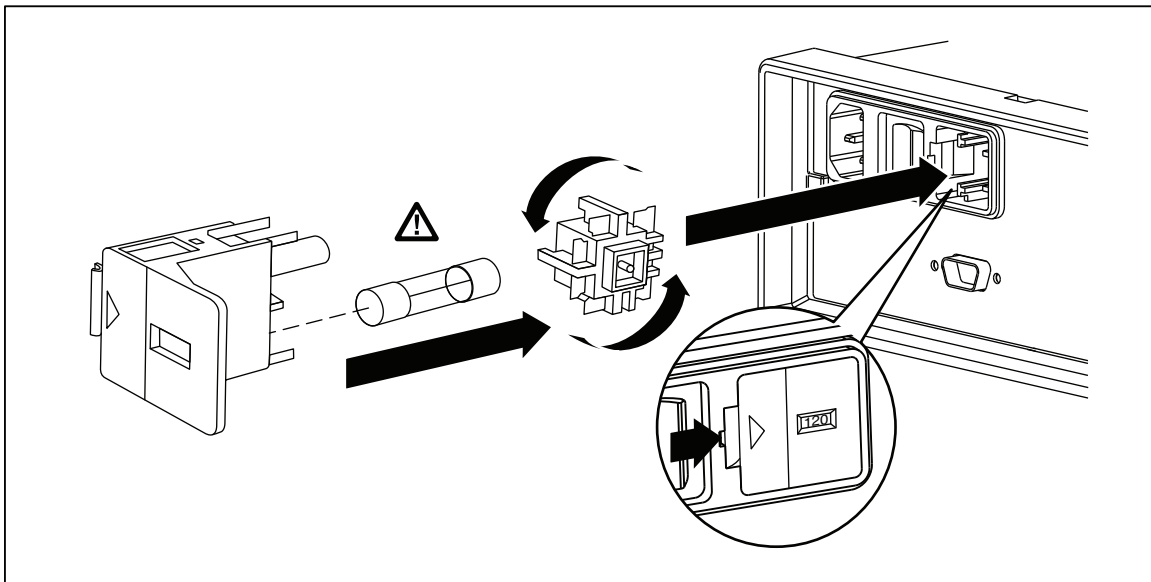

Abbildung 1. Ersetzen der Netzstromsicherung
2. Einen kleinen flachen Schraubenzieher in die schmale Vertiefung links neben dem Sicherungshalter einführen und nach rechts drücken, sodass der Halter herauspringt. Siehe Abbildung 1.